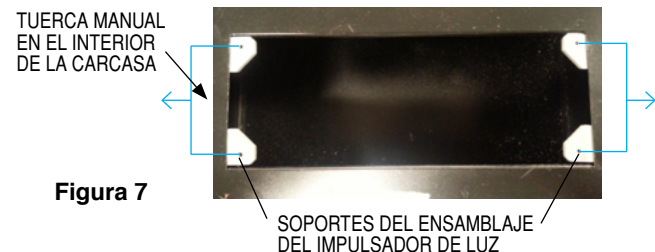

Figura 7
Si se desea, para instalaciones de auto brida (SF), la abertura del accesorio puede usarse como plantilla de corte (ver la Figura 7).
1. Quite los (4) tornillos Phillips de montaje del ensamblaje del impulsador de luz. Los tornillos deben aflojarse gradualmente en un patrón alternado para prevenir que se atore el ensamblaje del impulsador de luz.
3. Afloje las tuercas manuales de los soportes del ensamblaje del impulsador de luz ubicados dentro de la carcasa (Figura 7).
4. Presione los soportes del ensamblaje del impulsador de luz hacia adentro de la carcasa (Figura 7).